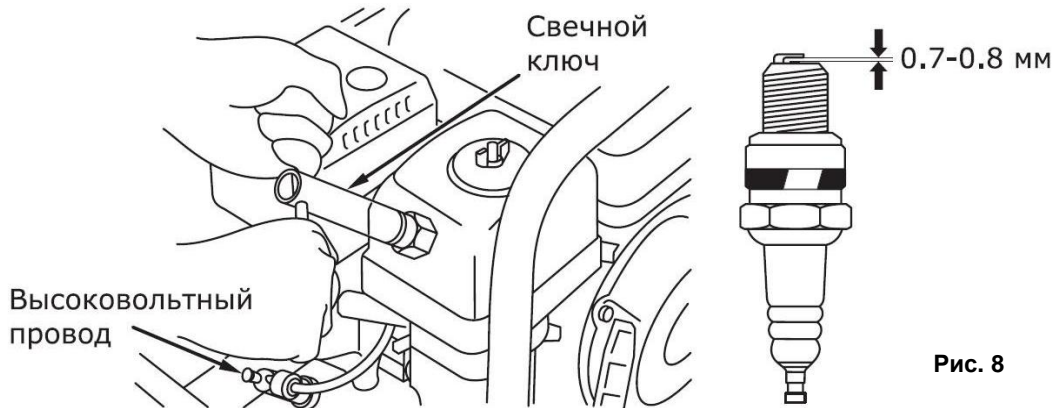

Рис. 8
- Выверните свечу свечным шестигранным ключом (См. Рис.8).